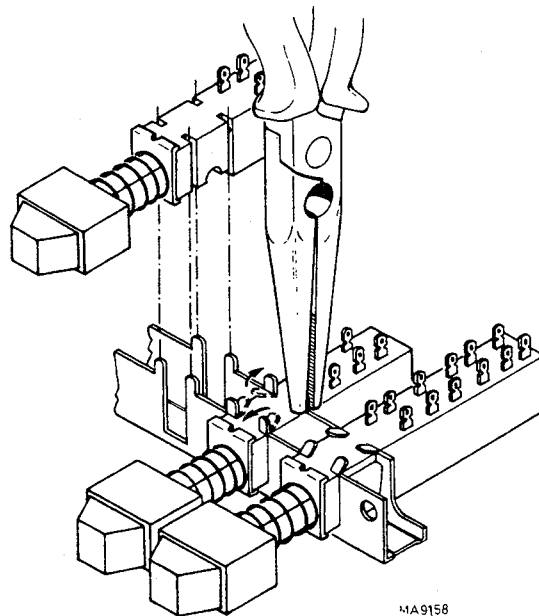

Abb. 2.11. Ersatz eines Druckastenschalters.
- die 4 Befestigungsfahnen des entsprechenden Schalters wie in Abb. 2.11. gezeigt, geradebiegen.